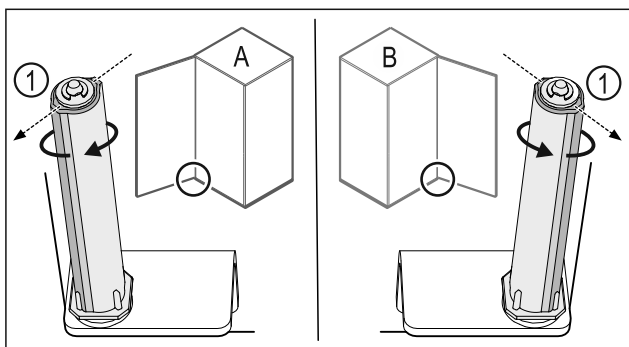

Fig. 50 Отваряне наляво (A) / отваряне надясно (B)
- ▶ Въртете затварящата система срещу съпротивлението, докато ребро на затварящата система Fig. 50 (1) сочи навън.